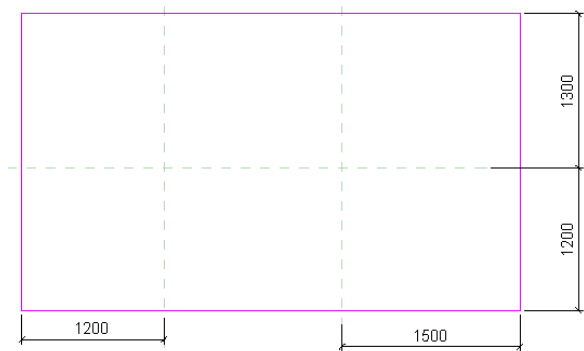

图 10-76 绘制轮廓线
4) 单击“创建”选项卡“形状”面板“拉伸”按钮, 打开“修改|创建拉伸”选项卡, 单击“绘制”面板中的“矩形”按钮, 绘制如图 10-76 所示的轮廓线。